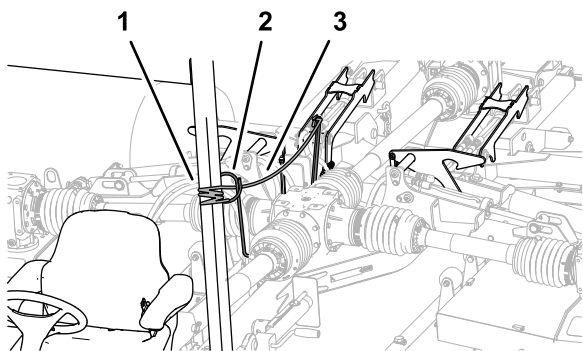

Figura 32
3. Puxe e segure a corda de bloqueio da plataforma (Figura 32).